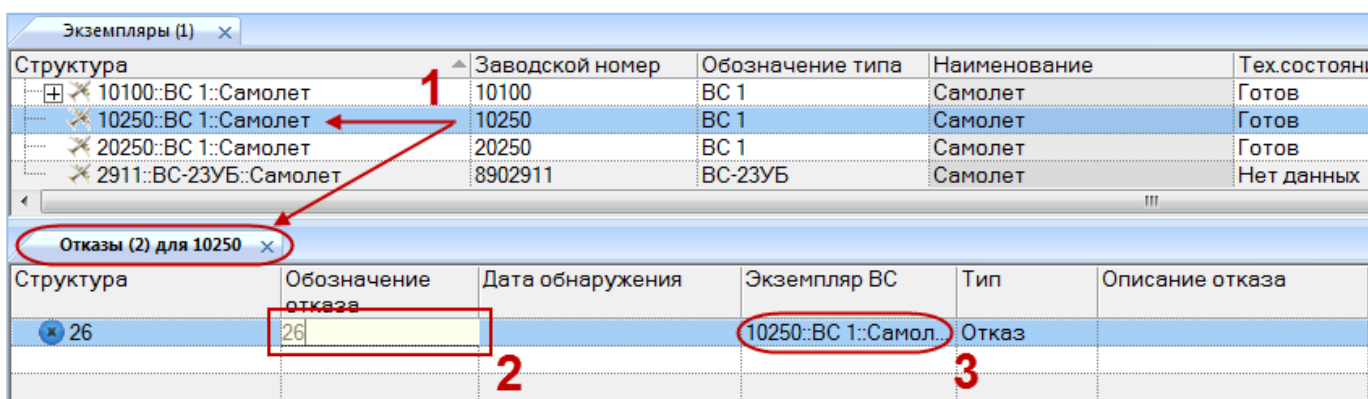

Рис. 13-268 – Создание отказа в окне связанных объектов «Отказы» для экземпляра ВС
2) Выбрать экземпляр ВС в рабочем окне «Экземпляры» и открыть окно связанных объектов «Отказы» для выбранного экземпляра ВС (1 на рис. 13-268).
4) В окне связанных объектов «Отказы» для выбранного экземпляра ВС появится новый отказ. Ввести «Обозначение» отказа (2 на рис. 13-268).
5) Связь отказа с экземпляром ВС будет создана автоматически (3 на рис. 13-268).